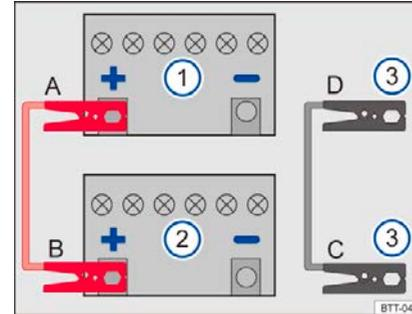

Рисунок 120 Принципиальная схема подключения соединительного кабеля
Обозначения к рисунок 120:
Подключайте соединительный кабель только в последовательности А – В – С – D → рис. 120. Никогда не подключайте черную пусковую перемычку к отрицательному (-) полюсу 12-вольтовой батареи. Подключение отрицательного полюса может привести к неправильной оценке состояния аккумулятора в электрической системе автомобиля.
- Подсоедините один конец красной пусковой перемычки к 12-вольтовой аккумуляторной батарее, установленной на автомобиле → рис. 120 , к положительному (+) полюсу разряженного автомобиля → .
- Подсоедините другой конец красной пусковой перемычки к положительному (+) полюсу автомобиля с двигателем → рис. 120 .
- Подсоедините один конец черной пусковой перемычки → рис. 120  к прочной металлической детали, которая надежно привинчена к блоку цилиндров двигателя или к самому блоку цилиндров двигателя автомобиля.
- Подсоедините другой конец черной пусковой перемычки → рис. 120  к прочной металлической детали, которая надежно привинчена к блоку цилиндров двигателя или к самому блоку цилиндров двигателя для автомобиля с разряженной аккумуляторной батареей → .
- При работающем двигателе соединительный кабель должен быть отсоединен в последовательности D – C – B – A → рис. 120.